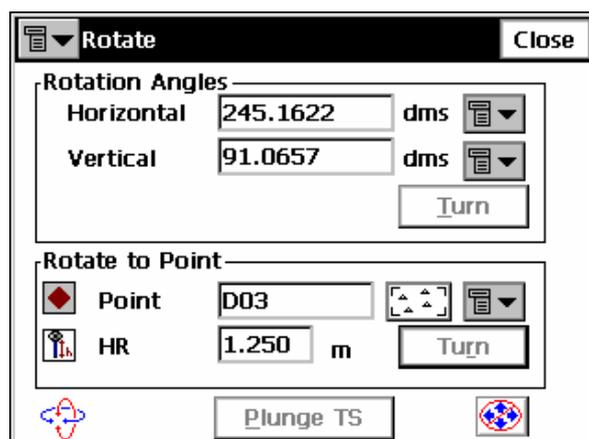

Рисунок 6-30. Повернуть
3. Нажмите кнопку **Turn (Повернуть)** и в окне **Rotate (Вращать)** введите углы поворота (рис. 6-30 на стр. 6-26).